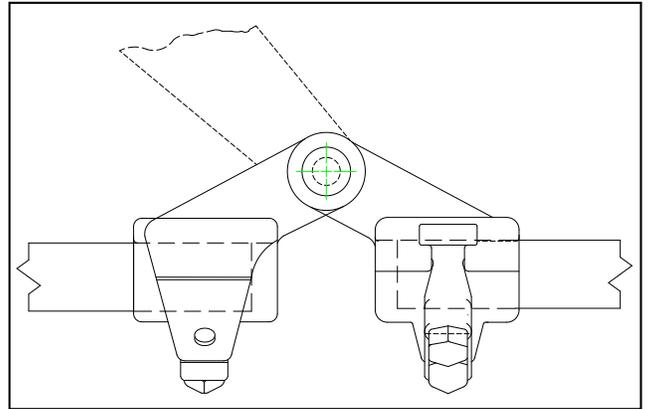

Figura 16. Cople doble en leva de operación.
**Paso 10** Coloque el cople para tubo (usado en la interconexión de los polos) a las palancas salientes de operación de los polos como se indica en las Figuras 5 y 6. Revise el Plano de Montaje (PM) para verificar el cople que debe llevar cada uno de los polos ya que hay dos tipos de coples para interconexión, dobles y sencillos. Los coples se fijan utilizando un perno cabeza de gota y se utiliza una chaveta en el barreno del perno para evitar que salga de su posición una vez que se ha fijado al cople. Ver Figura 16 y 17.